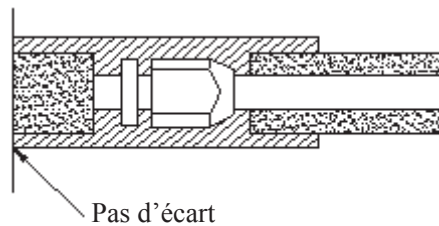

Fig. 13
- 3) Les raccords sur les unités intérieure et extérieure doivent être enveloppés de matériau d'isolation thermique et ne laisser aucun espace entre le tuyau et le mur. Voir Fig. 13.